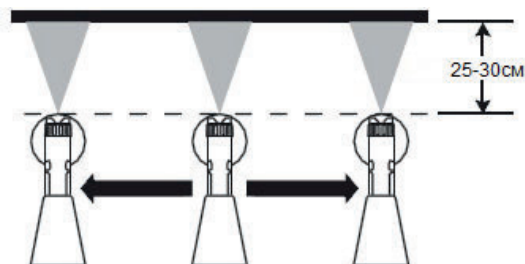

Рис. 7
1. Всегда держите краскопульт параллельно горизонту и распыляйте перпендикулярно окрашиваемой поверхности с расстояния примерно 25-30 см. Выдерживайте равномерное расстояние до обрабатываемой поверхности (Рис.7). Двигайте краскопульт рукой, а не запястьем.